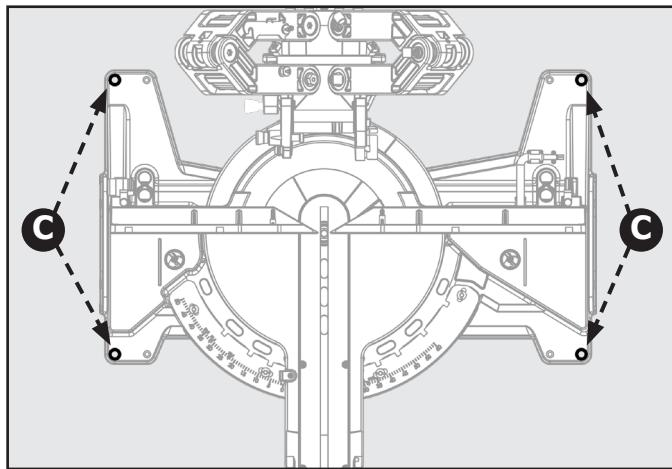

Figure 6
**AVERTISSEMENT :** Pour assurer un fonctionnement sûr et précis, cette scie doit être montée sur une surface stable et plane comme un établi. Pour monter l'outil sur une surface stable, consultez la figure 6 et procédez comme suit :